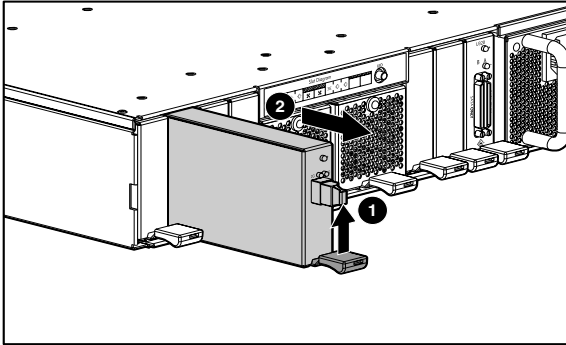

Abbildung 1: Herausnehmen des Fibre Channel-I/O-Moduls
1. Heben Sie die dunkelrote Verriegelung des Fibre Channel-I/O-Moduls an ❶, und ziehen Sie das Modul aus der Systemeinheit heraus ❷, wie in Abbildung Abbildung 1 gezeigt.